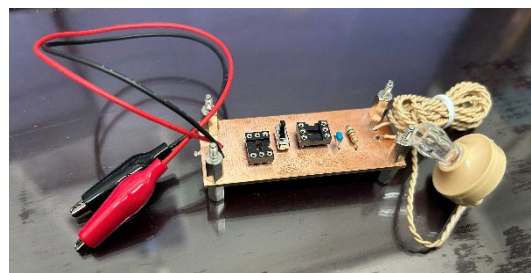

図 1 作製した AM 受信回路の概観図。
<p>電気電子工学科では、電気・電子回路に関する理論のみならず、実際に回路を設計・製作する能力を身に付けることが重要です。そこで、学生が現代の回路設計に不可欠な半導体デバイスの原理から回路の設計・製作まで一貫して学ぶことのできる新実験プログラムとして、学生実験 2 テーマを開発、試行し、そのうちの 1 テーマを令和 7 年度学生実験 3 にて実施しました。</p> <p>新実験テーマ① 「半導体のホール効果」</p> <p>電子回路の動作を支える最も主要な材料に半導体があります。その半導体の基本的な性質を理解し、さらにその性質がどのように実用化されているかを理解しておくことは、新しい電子回路の設計や開発をする技術者を養成する上で不可欠です。そこで、半導体の基礎からその実用までの一貫した理解を促す教育プログラムとして、電気電子工学実験 3 の実験テーマを開発・実施しました。具体的には、半導体の材料特性を調べる上で重要な「ホール効果」の測定技術を学び、さらにそれを応用した市販のホールセンサを使った磁気近接検知システムを構築する実験テーマです。特に、磁気近接検知システムのテーマでは、回転子に取り付けられた磁石から発生する磁場を検出することで回転数を非接触で検知することを目的に、ハードウェアとソフトウェアそれぞれを学生自ら工夫して調整することで、システム構築を実践しました。</p> <p>新実験テーマ② 「AM 受信回路設計」</p> <p>本実験では、回路シミュレータを用いた回路設計、PCB 設計ソフトを用いた回路基板設計、基板加工機での基板製作、素子のはんだ付けのあと、AM ラジオ電波の受信、オシロスコープでの変調波、復調波の計測を行います。本実験は、大学院博士前期課程の学生数人とともに実験を試行しました。図 1 は実際に作製した回路の概観図です。回路設計から製作・評価までの一連の実践的プロセスを経験することで、ものづくりの基礎力を養うことに取り組みました。本実験は令和 8 年後期からの学生実験 3 のテーマとして実験を実施します。</p>